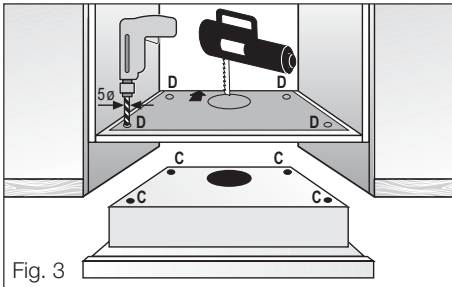

Fig. 3
- ❑ Realizar una perforación en el suelo del armario basándose en los puntos de fijación **C** de la campana, (Fig. 3) o utilizando el correspondiente esquema, si ha sido suministrado en dotación (el borde con la flecha debe corresponder con el borde posterior del armario).
- ❑ Realizar también un orificio en el fondo y en el techo del armario para pasar el tubo de evacuación (es importante que este orificio tenga un diámetro 10 mm. más grande que el diámetro del tubo de evacuación utilizado), fig. 3.
- ❑ Introducir, desde la parte interna del armario, los 4 tornillos, suministrados con el aparato, y atornillarlos en los correspondientes orificios **D**, fig. 3.